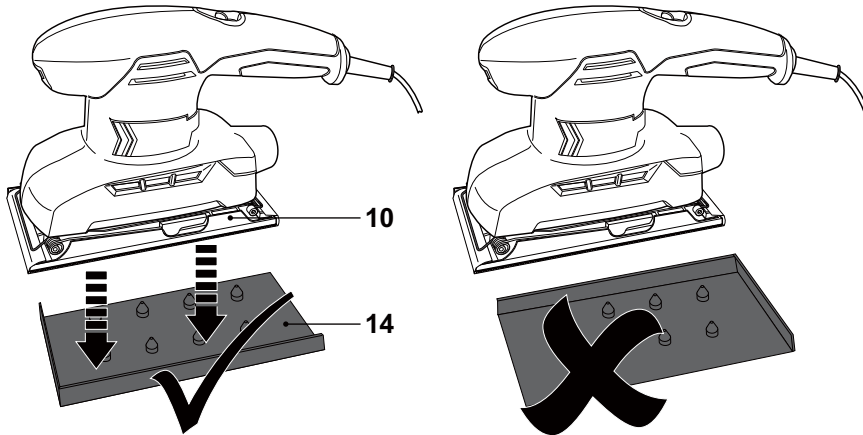

Fig. 8
- > Alinee la placa base (10) con el papel de lijado colocado con la placa perforadora (14). Asegúrese de que los bordes de la placa base (10) están colocados al ras con el borde de la placa perforadora (14).
- > Presione el producto en la placa perforadora (14) (Fig. 8).